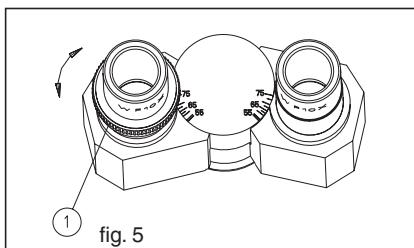

fig. 5
Posicionar la muestra en la platina. Desplazar el objetivo 40X en posición operativa. Mirar primero con el ojo derecho en el ocular de derecha y enfocar con los pomos de enfoque grueso-fino hasta obtener una imagen nítida. Despues mirar con el ojo izquierdo en el ocular de izquierda y regular la dioptría ① hasta obtener una imagen nítida. (Fig.5)